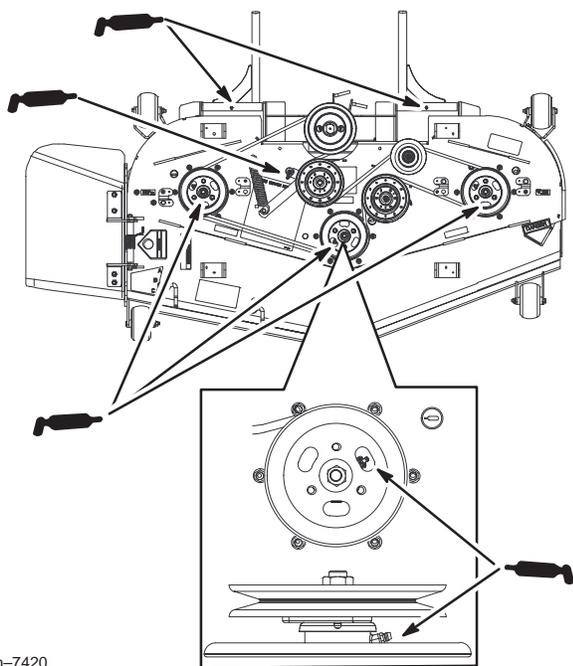

Figure 51
4. Lubrifiez les roulements des trois axes sous les poulies jusqu'à ce que la graisse sorte par les joints inférieurs (Fig. 51).
5. Graissez le bras de la poulie de tension sur le plateau de coupe (Fig. 51).
6. Lubrifiez les graisseurs des bras de poussée (Fig. 51).